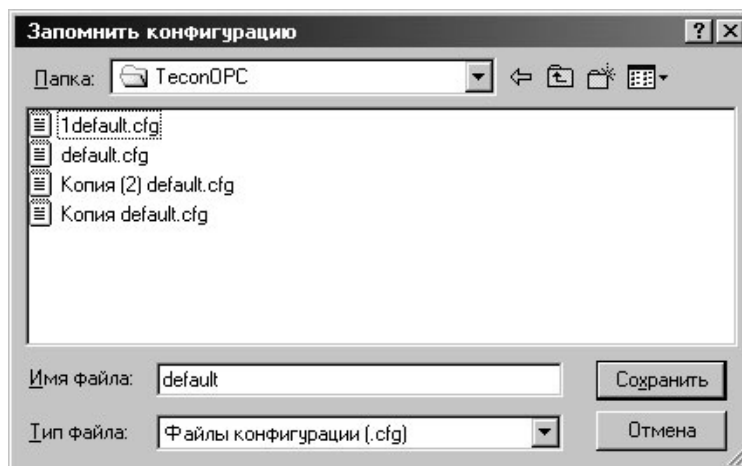

Рисунок 4.31 - Сохранение конфигурации
- б) в появившемся окне (см. Рисунок 4.31) сохранения конфигурации выбрать (либо задать новый) файл, в который производить сохранение, и нажать на кнопку **«Сохранить»**.